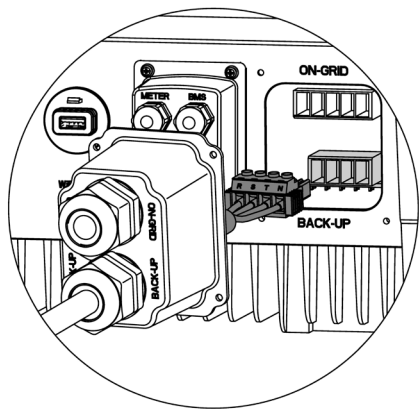

Fig. 41. Conexión AC BACK-UP.
7. Conectar el conector AC BACK-UP al terminal AC BACK-UP del inversor, tal como se muestra en la siguiente Fig. 41: